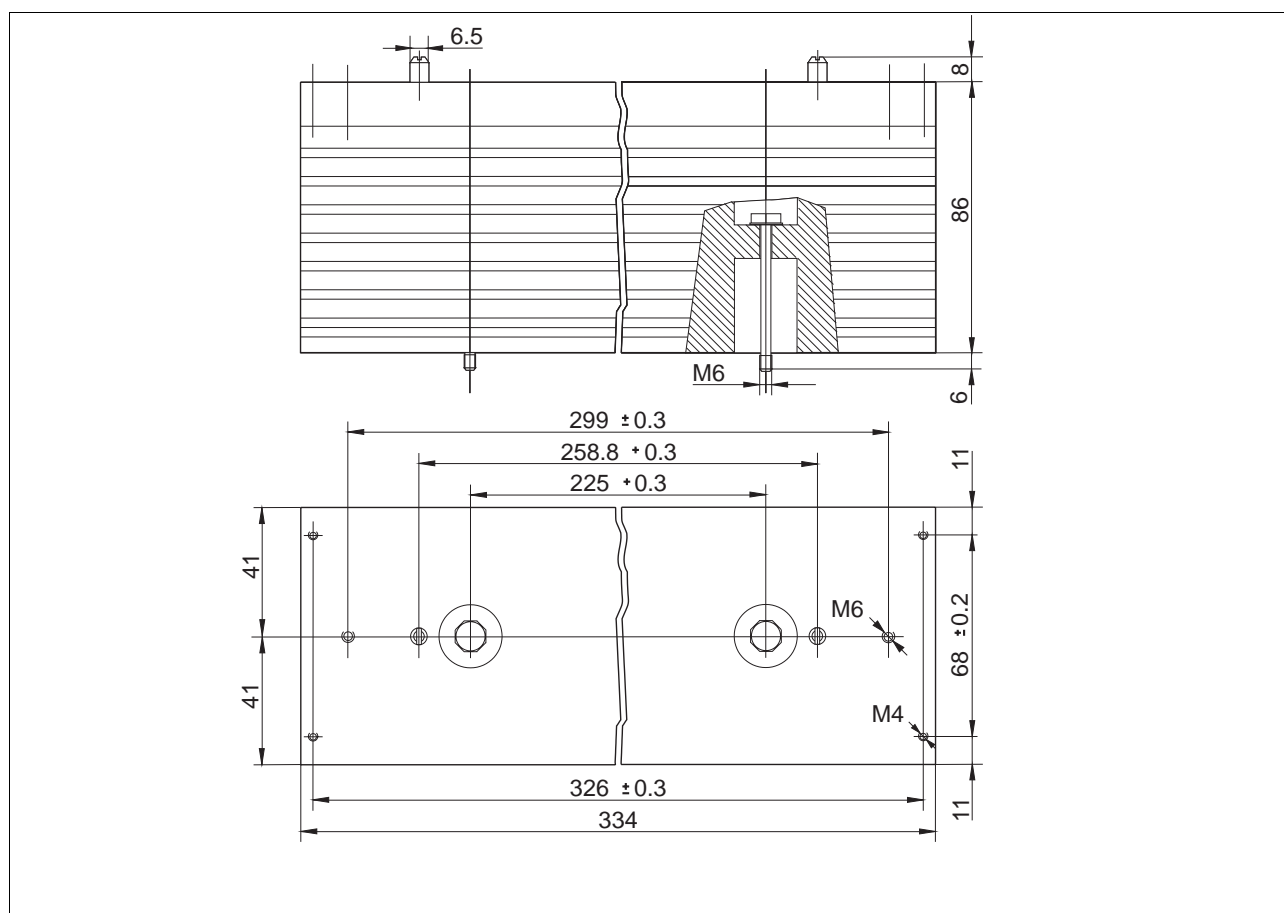

Figure 6-7 Dimensions dissipateur thermique
3. Fixer le dissipateur thermique (figure 6-7) sur la paroi à l'aide de deux vis.